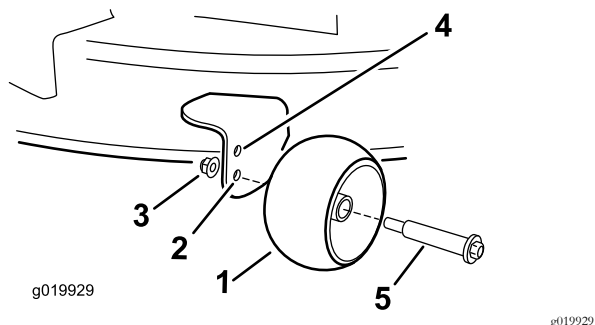

Figura 23
- Taladro superior – utilice esta posición cuando la carcasa de corte está en la posición de altura de corte de 63 mm (2½") o menos (Figura 23).
- Taladro inferior – utilice esta posición cuando la carcasa de corte está en la posición de altura de corte de 76 mm (3") o más (Figura 23).